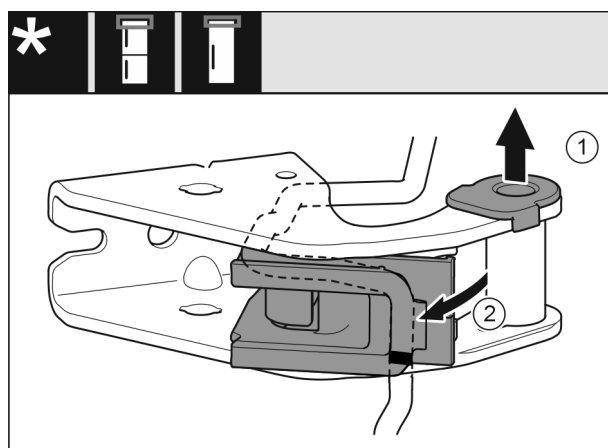

Fig. 17
- ▶ Extrageți cuzinetul din ghidaj. Fig. 17 (1)
- ▶ Rabatați în exterior suportul de cablu. Fig. 17 (2)